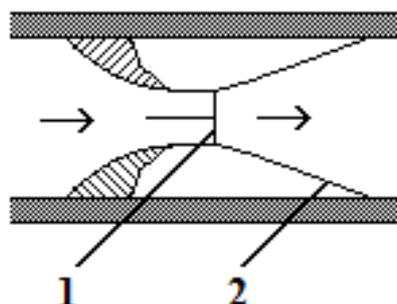

Рис. 31. Устройство сопла Вентури:
- **сопло *Вентури*** (рис. 31)